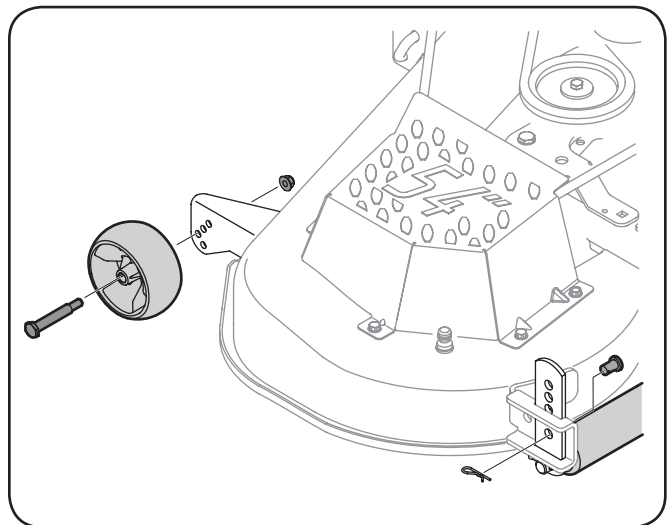

Figure 3-4
- b. Enlevez les roues de jauge avant en retirant les contre-écrous et les boulons à épaulement qui les fixent au plateau. Voir Figure 3-4.
- e. Si équipé, retirez les axes de chape et les goupilles fendues des supports du rouleau situés à gauche et à droite du plateau de coupe. Voir Figure 3-4.